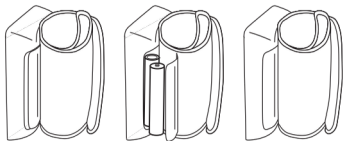

Fig. 1
- Aprire il coperchio del vano porta batterie posto sulla parte inferiore dell'apparecchio (vedi fig. 1). Inserire le batterie (vedi capitolo 12 "Dati tecnici") prestando attenzione alla polarità ("+" e "-"). Richiudere il coperchio del vano porta batterie. 12 h o 24 h lampeggia sul display. Impostare quindi la data e l'ora, come descritto di seguito.